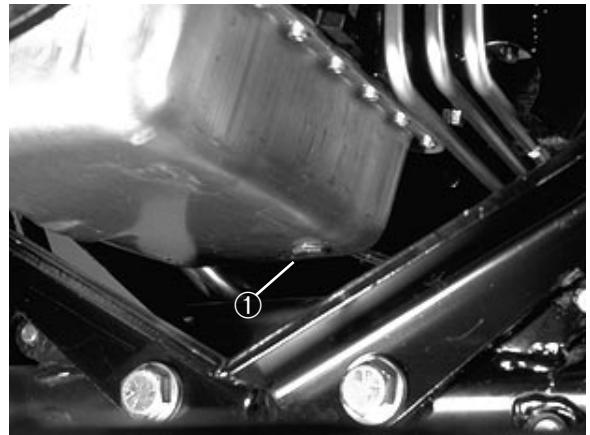

Figure 35
1. Enlever le bouchon de vidange (Fig. 35) et laisser l'huile s'écouler dans le récipient de vidange. Remettre le bouchon et le joint neufs (Réf. 74-7850) quand toute l'huile s'est écoulée.